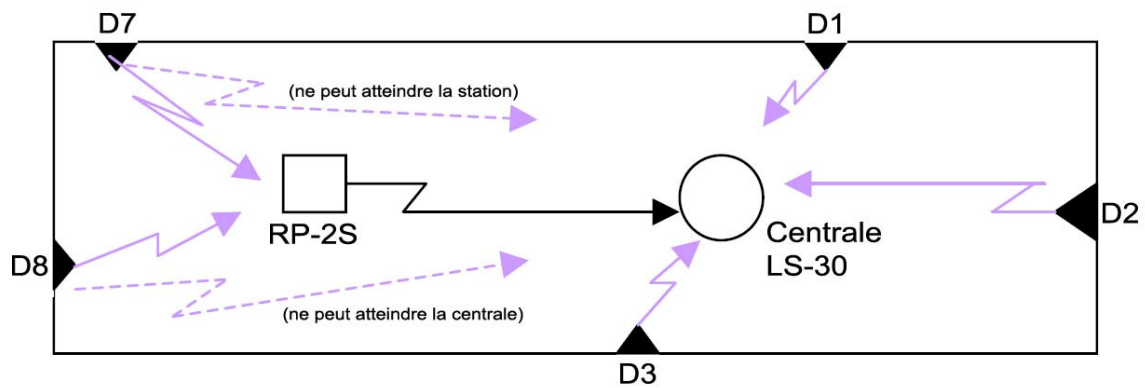

Fig. 1
Le répéteur RP-2S contient un émetteur et un récepteur permettant d'étendre la portée radio du système d'alarme. Afin d'éviter des retransmissions erronées, seuls les signaux enregistrés durant l'installation seront retransmis. Lorsqu'un répéteur est utilisé, sa location physique se trouve plus ou moins à mi-distance entre la centrale et les détecteurs (Fig.1).
**Afin d'optimiser les performances du système, les détecteurs à portée radio de la centrale (p.ex. S1, S2, S3 sur la figure 1) n'ont pas besoin d'être enregistrés dans le RP-2S. Les détecteurs/télécommandes relayées par le RP-2S (p.ex. S8, S9 de la figure 1) doivent aussi être enregistrés dans la centrale.**
La figure 1 montre comment placer le RP-2S correctement. Admettons que tous les détecteurs sont à portée radio de la centrale excepté les unités S7 & S8. Enregistrez d'abord S7 & S8 dans le RP-2S et la centrale puis placez le RP-2S entre S7 & S8 et la centrale, généralement plus près de S7 & S8. Un emplacement correct doit répondre à deux conditions: